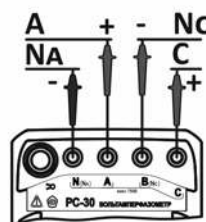

Рисунок 2.3 - Измеряемые величины в зависимости от схемы подключения
- схема измерения (см. рис. 2.3). Выбор схемы измерения производится кнопкой